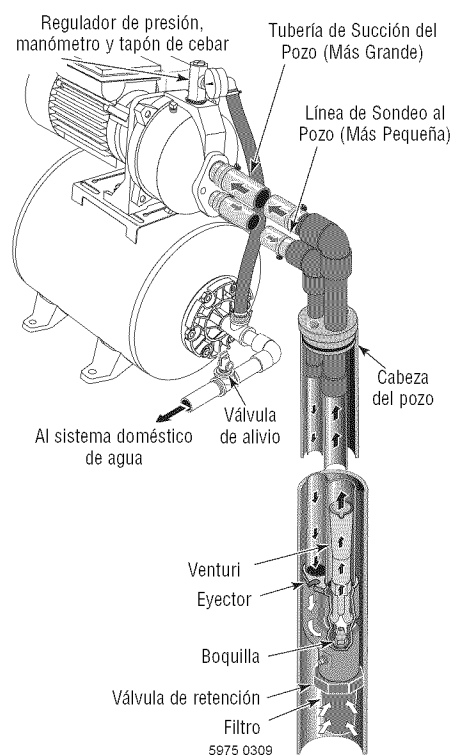

Figura 9 : Pozos Profundos de 4" y Más Grandes
Pozo de 4" ó mas (Figura 9)
- Paso 2. Ensamble el juego del eyector. Vea la Figura 9. Siga las instrucciones que vienen incluidas en el kit para ajustar la boquilla y el venturi a las condiciones de su pozo.